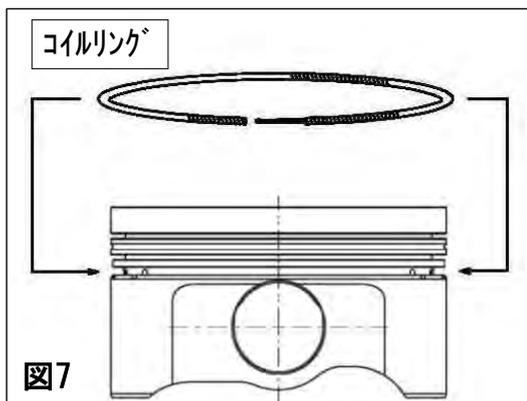

図7
6.2 図7のように2ピストンオイルリングのコイルリングをピストンのオイルリング溝に取付けてください。